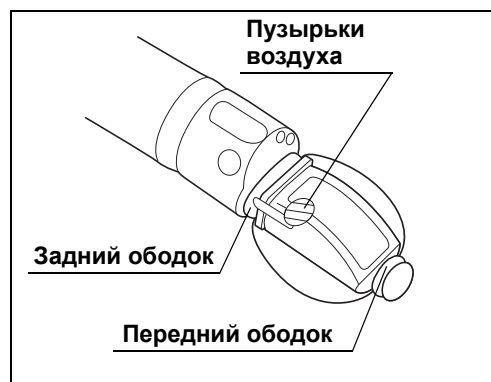

рисунок 3.48
- 2** Визуально убедитесь в том, что в баллоне нет пузырьков воздуха. (См. рис. 3.48)